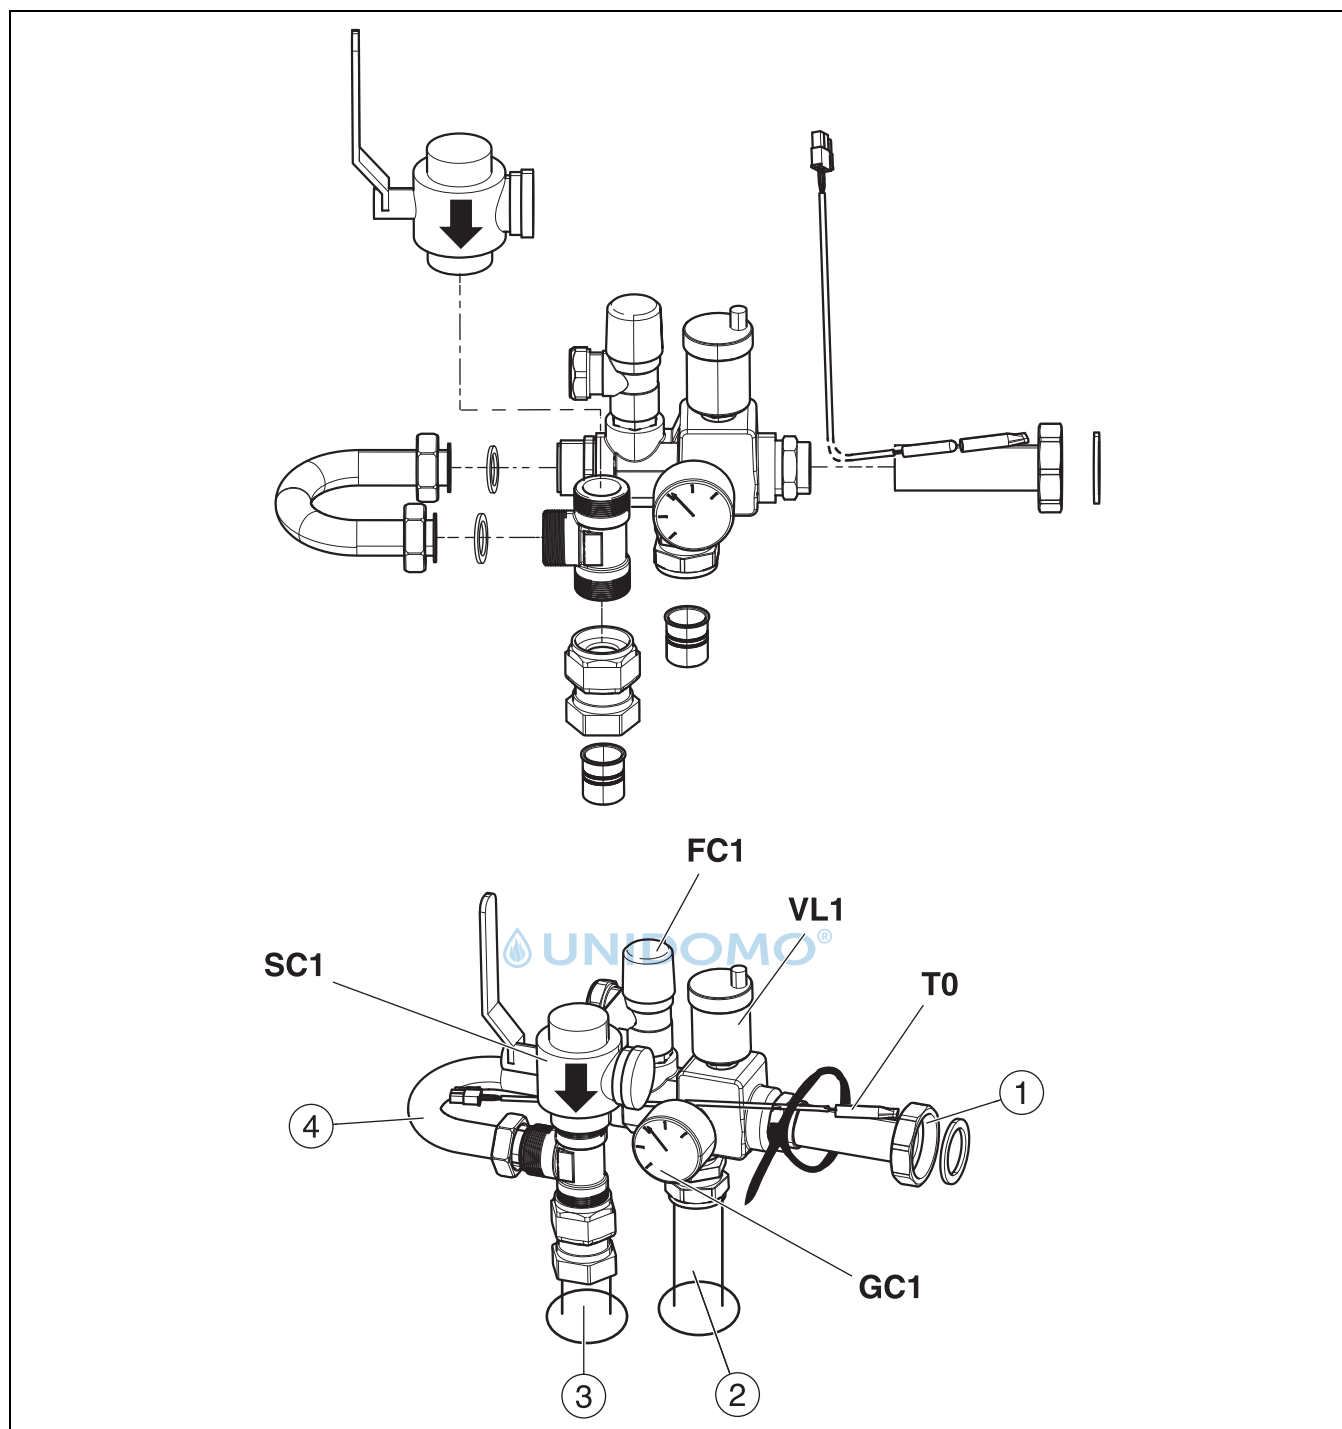

Bild 8 Montierte Sicherheitsgruppe, mit Bypass
- ▶ Zuerst Partikelfilter ([SC1], Abb. 8) auf T-Stück montieren.
- ▶ Übrige Komponenten montieren, Verschraubungen am Bypass jedoch nicht ganz festziehen ([4], Abb. 8).
- ▶ Vorlauftemperaturfühler in Tauchhülse am Rohr einsetzen ([T0], Abb. 8) und mit Kabelbinder befestigen.
- ▶ Verschraubungen am Bypass nachziehen ([4], Abb. 8).